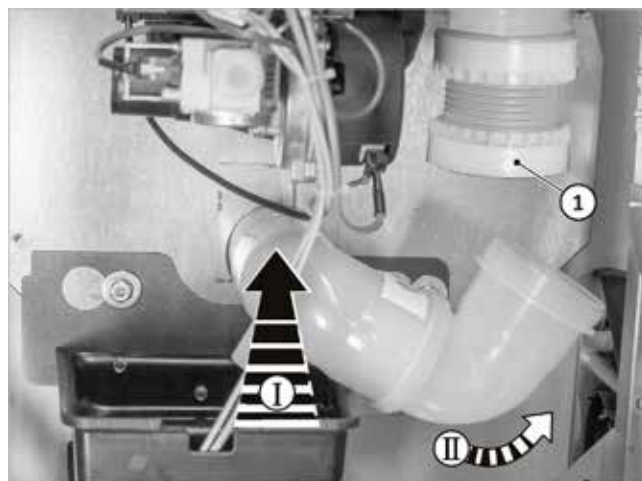

Fig. 41 : montage du coude d'évacuation des gaz
- Tirez l'écrou-raccord (cf. → fig. 41, 1) vers le bas et vissez-le avec le coude d'évacuation des gaz.